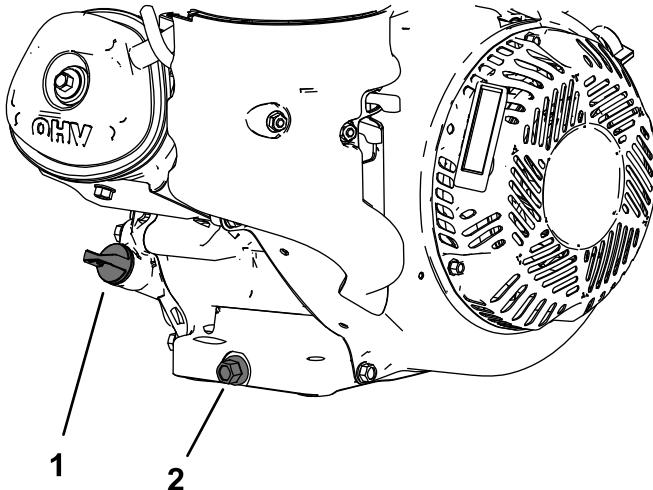

Bild 20
4. Entfernen Sie die Ablassschraube (Bild 20).